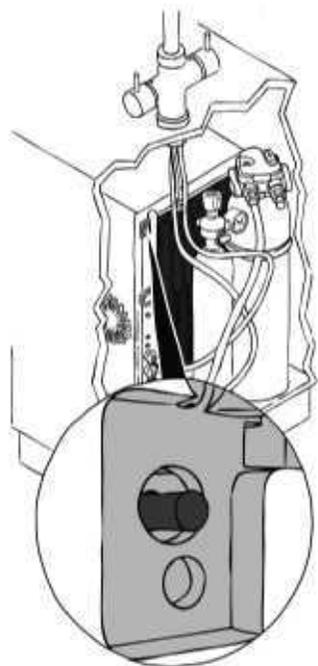

Abb. 11
1. Halten Sie die Menütaste (Abb. 11) 5 Sekunden lang gedrückt, um in die Systemeinstellungen zu gelangen.